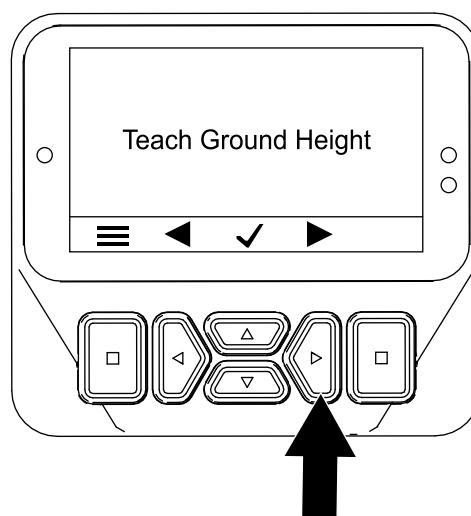

Figura 46
3. Pulse dos veces el botón derecho para mostrar la pantalla Calibración de la altura de los taladros sobre el suelo (Figura 46).